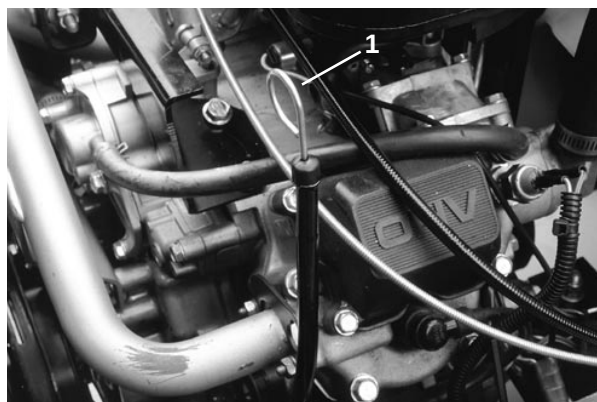
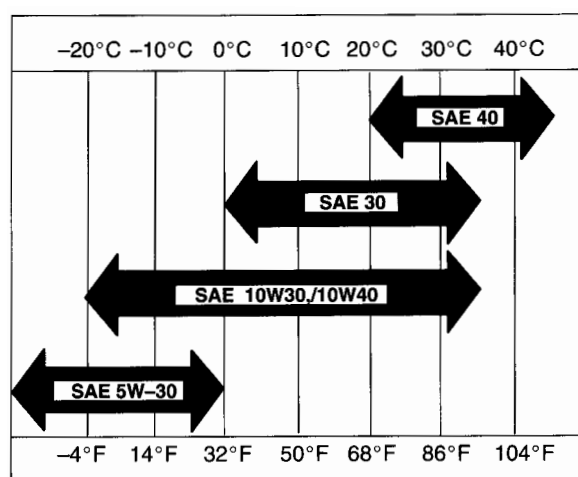

Fig. 1
Fig. 2
3. Rimuovere l'asta di misurazione del livello dell'olio, asciugarla con un panno pulito e reinserirla a fondo. Estrarla di nuovo e verificare il livello dell'olio (Fig. 1); se è basso, togliere il tappo di riempimento e rabboccare fino alla tacca di pieno (FULL) sull'asta. Non riempire troppo (Fig. 2)